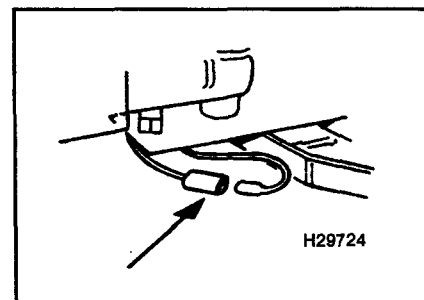

Рис. 15.2. Для инициализации самодиагностики соедините 1-контактный разъем
- 2 На моделях Piazza Turbo соедините 1-контактный разъем (см. рис. 15.2).